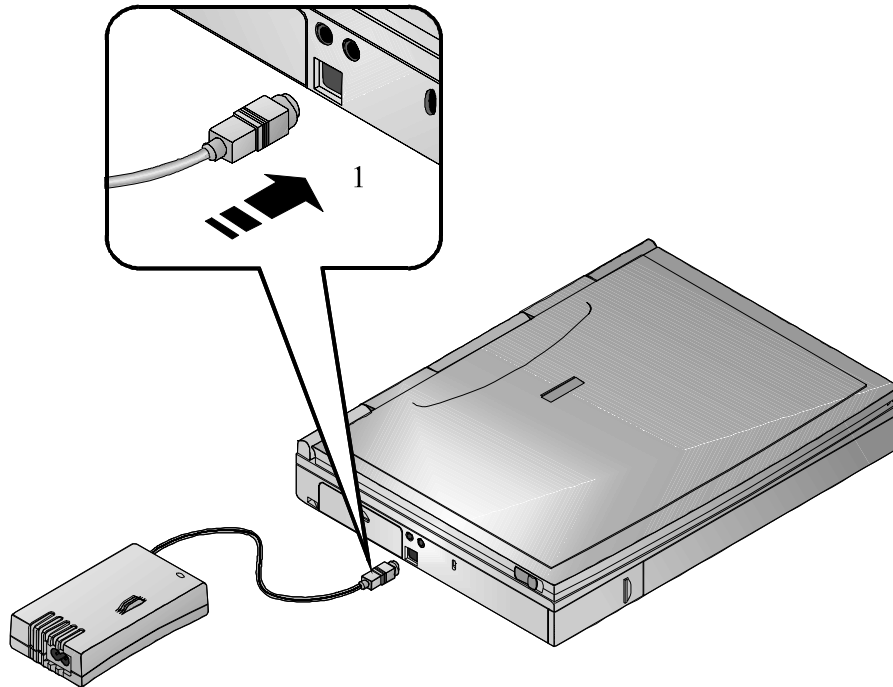

Figure 1-5 : connexion de l'adaptateur de courant au notebook
Pour mettre le notebook sous tension en utilisant l'adaptateur de courant secteur universel fourni, reportez-vous aux figures 1-5 et 1-6 et aux instructions suivantes :
1. Branchez l'adaptateur universel de courant dans le port secteur (figure 1-5, étape 1).